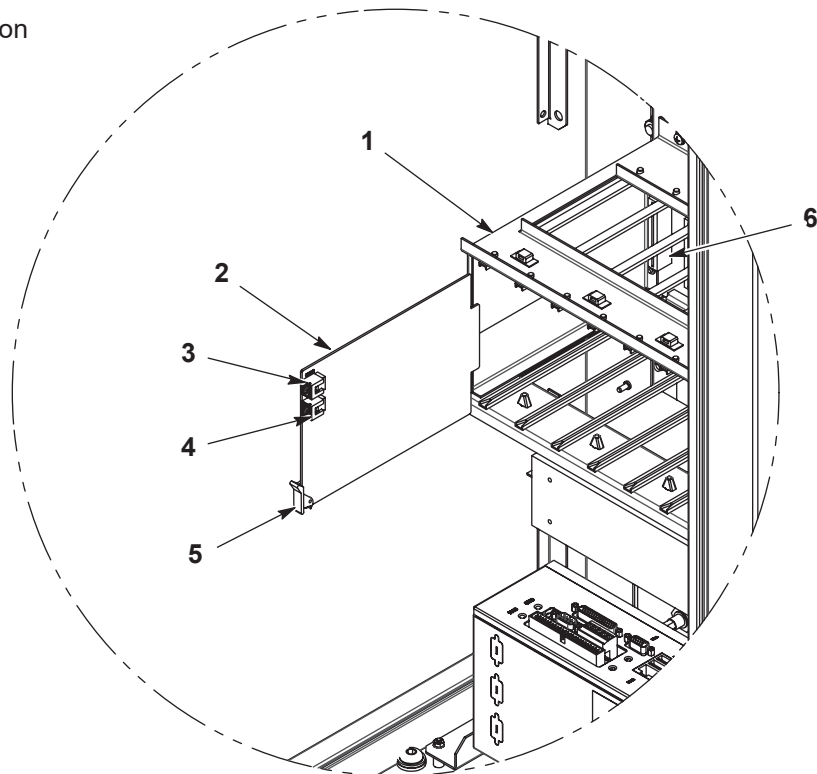

Figure 5-1 Remplacement de la carte de commande des pistolets de pulvérisation
Voir la Figure 5-1. Les cartes de commande des pistolets de pulvérisation (2) sont installées de la gauche vers la droite dans le panier à cartes. Chaque carte commande deux pistolets de pulvérisation : la prise en bas de la carte correspond au numéro de pistolet impair, celle du haut au pistolet pair.